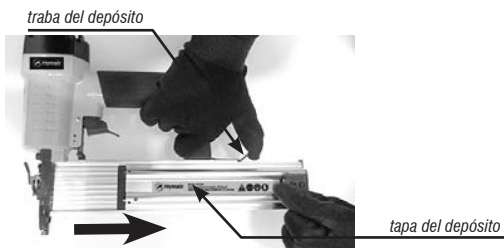

Fig. 3 – Abriendo el depósito de clavos
- 5 - En seguida deslice la tapa del depósito para abrir, Fig. 3